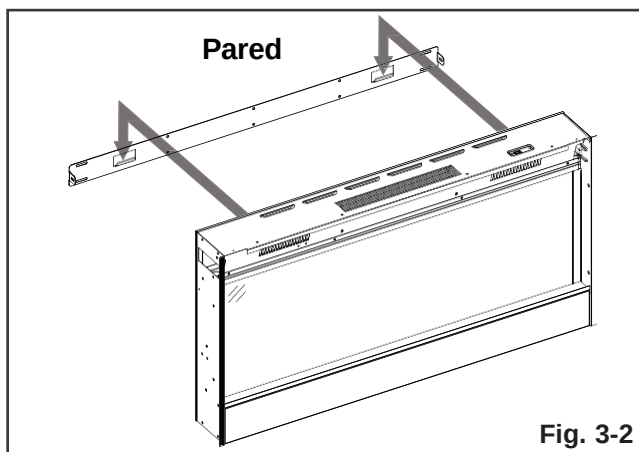

Fig. 3-2
- F. Con el soporte de montaje colocado en la pared, haga que dos personas levanten el aparato e inserten los dos ganchos del soporte en las dos ranuras de la parte posterior del dispositivo (Fig. 3-2).